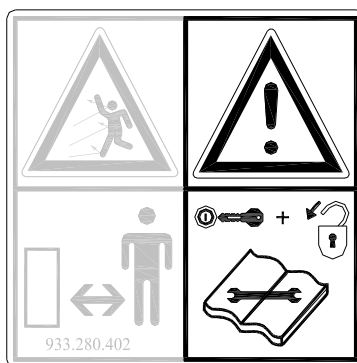
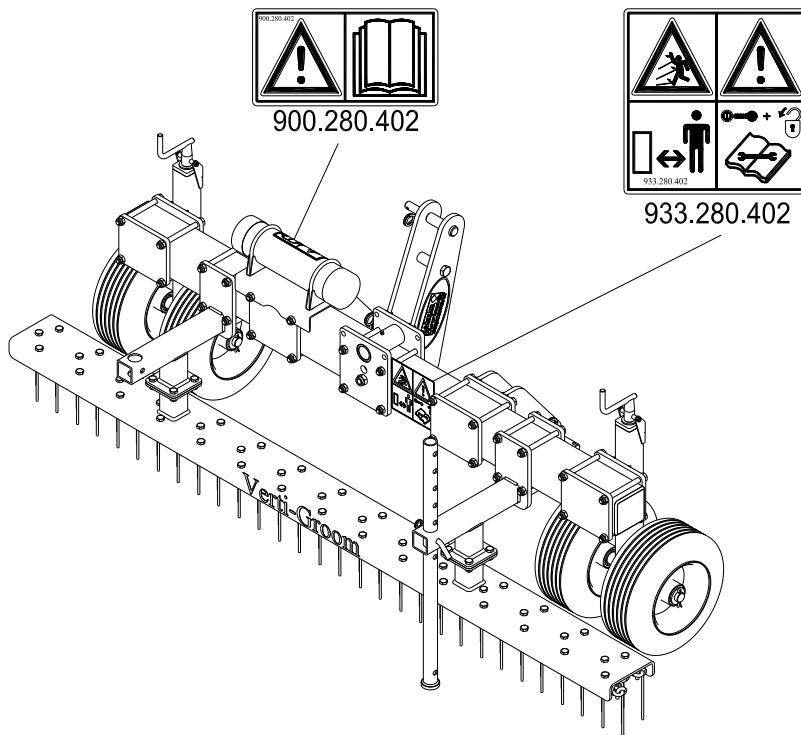

Fig. 2
Fig. 5
Bij onderhoud, afstellen en reparaties **altijd de tractormotor uitschakelen en de tractorsleutel uit het contact halen** (Fig.2)
Aan weerszijden van de Verti-Groom zijn (Fig. 5) veiligheidsstickers (Fig. 2,3,4) aanwezig met een gelijklopende betekenis. Deze veiligheidsstickers moeten altijd goed zichtbaar en leesbaar zijn en moeten, wanneer deze beschadigd zijn, worden vervangen.
(7) Plaatsing veiligheidsstickers. (Fig. 5)